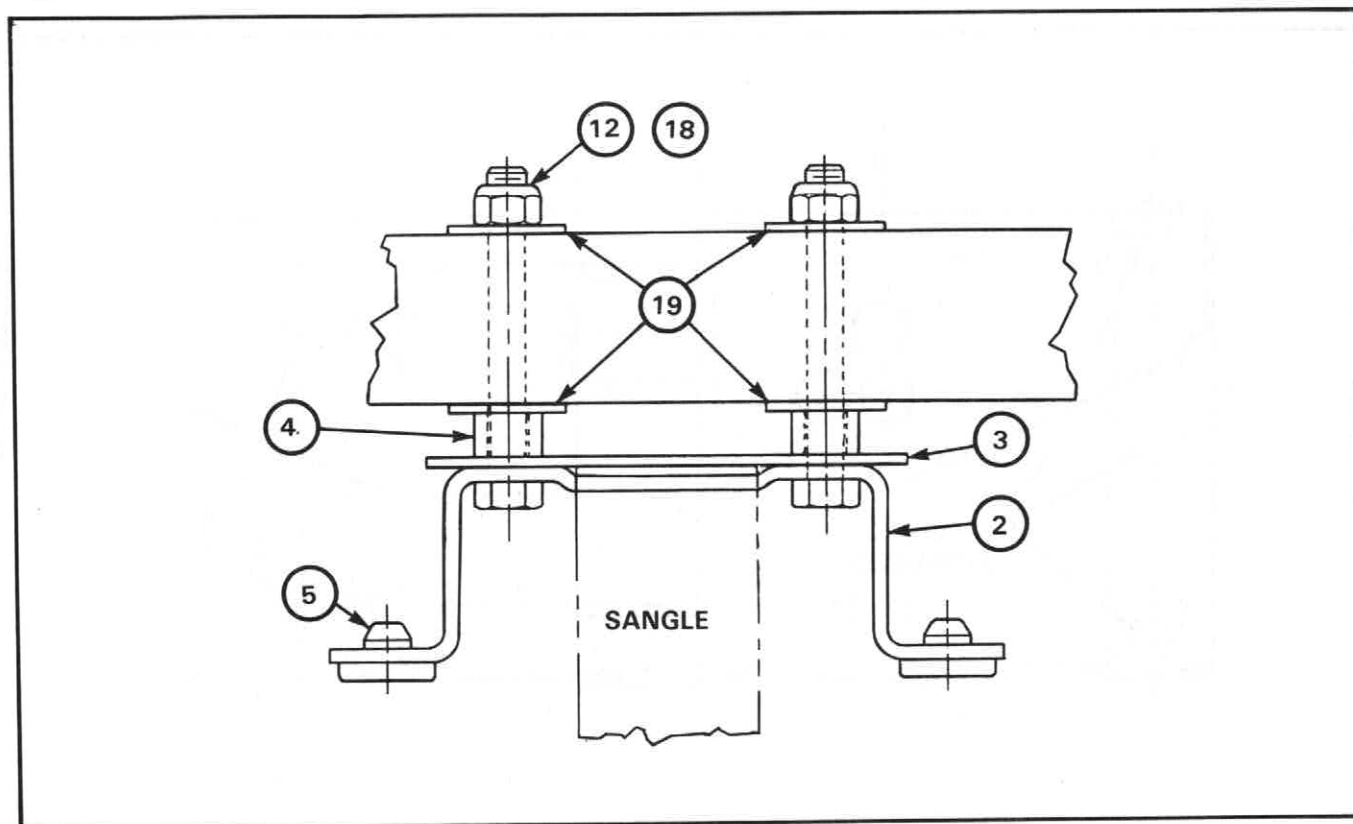

Figure 9 Installation de la fixation de sangle de bidon de carburant
- h. Voir figure 9. Poser les butées de caoutchouc (5) sur la fixation de sangle (2), insérer les vis (12) dans les trous de la fixation de sangle et poser la sangle, la plaque de sangle (3), les entretoises (4) et les rondelles plates de gros diamètre extérieur (19) sur chaque vis.
- j. Insérer les vis équipées (12) dans les trous du hayon et les fixer au moyen de rondelles plates de gros diamètre extérieur (19) et d'écrous indesserrables (18).